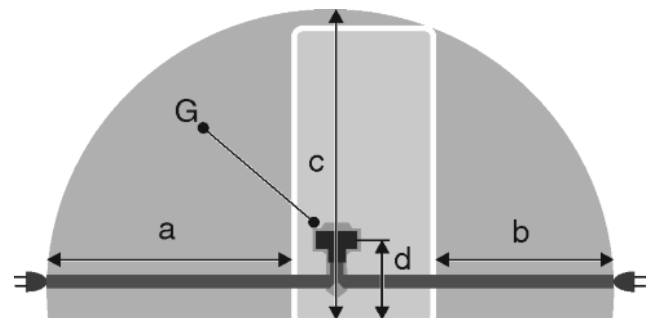

Fig. 23
- A konnektor a készülék hátoldali területén kívül helyezkedik el a megadott tartományban. Fig. 23 (a, b, c)
- ▶ Dugja be a csatlakozót Fig. 23 (G) a készülék hátoldalába. Figyeljen a megfelelő bekattanásra.